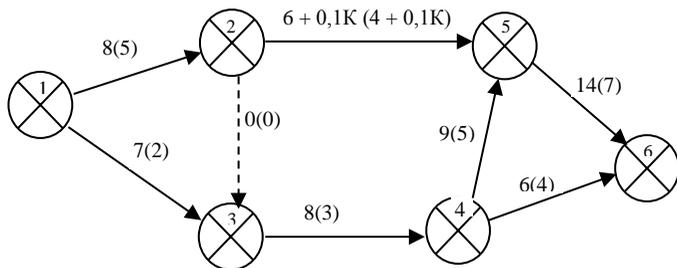

Рис. 3.25. Сетевой график выполнения плановых работ
1. Сетевой график выполнения плановых работ на новый календарный год имеет следующий вид (рис. 3.25).